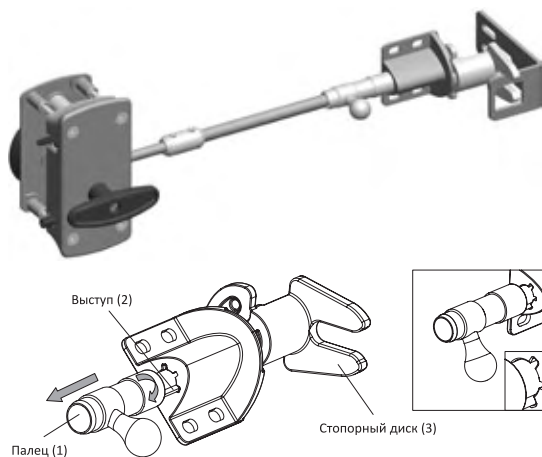

Рис. 5. Разблокировка замка для ворот серии STANDARD
- вытянуть подпружиненный палец (1) из корпуса и повернуть его до вхождения выступа (2) в один из боковых пазов корпуса (рис.5).
- проверить свободный ход стопорного диска (3) в любом положении ручки замка.